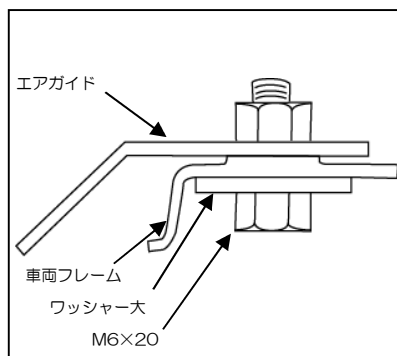

図4
- ③B部は、付属のM6×20を使用し、付属のステーと共締めします。(図4参照)